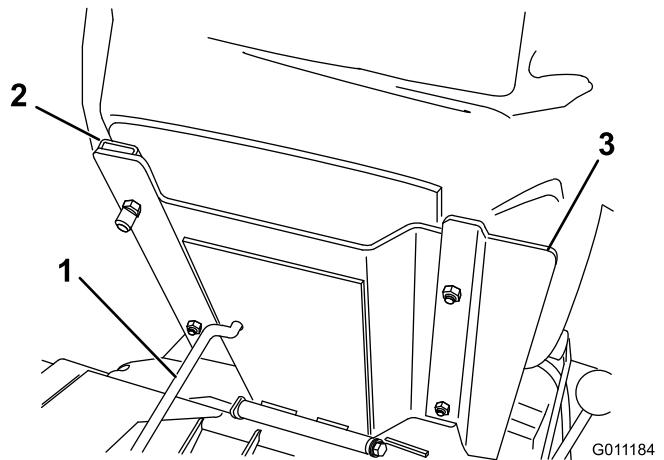

Figure 5
3. Fixez le siège, le panneau de siège et les glissières du siège au support de siège avec les contre-écrous (5/16 pouce) (Figure 5) fournis avec les pièces détachées. Montez le panneau de siège du côté droit, en le positionnant comme illustré à la Figure 5.